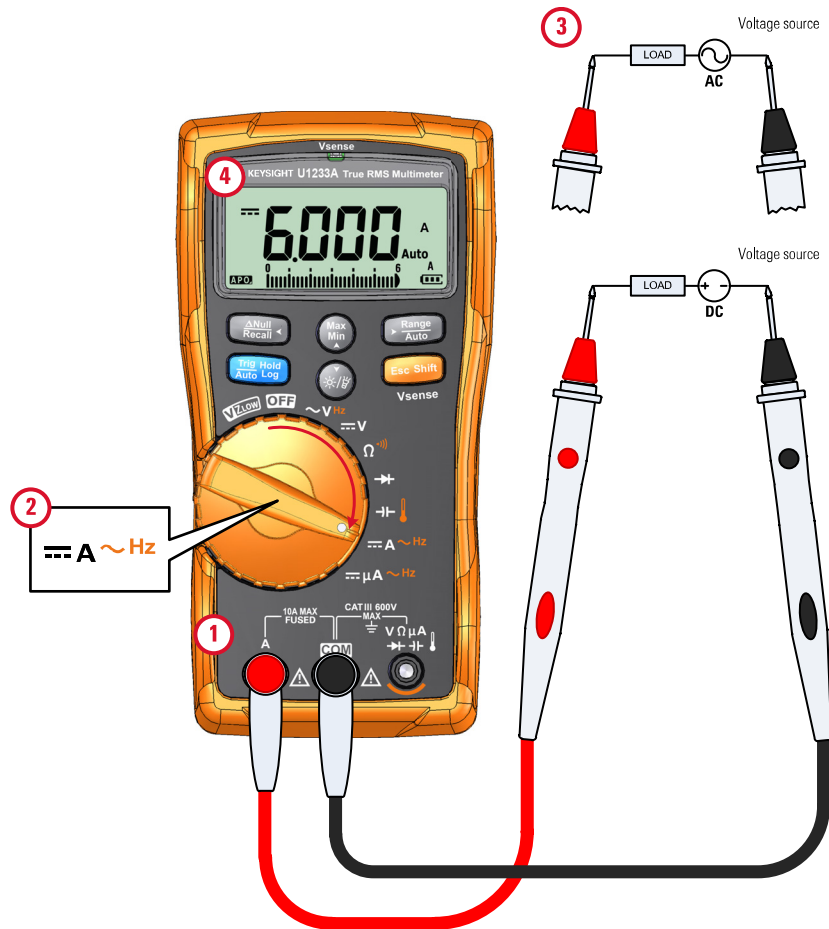
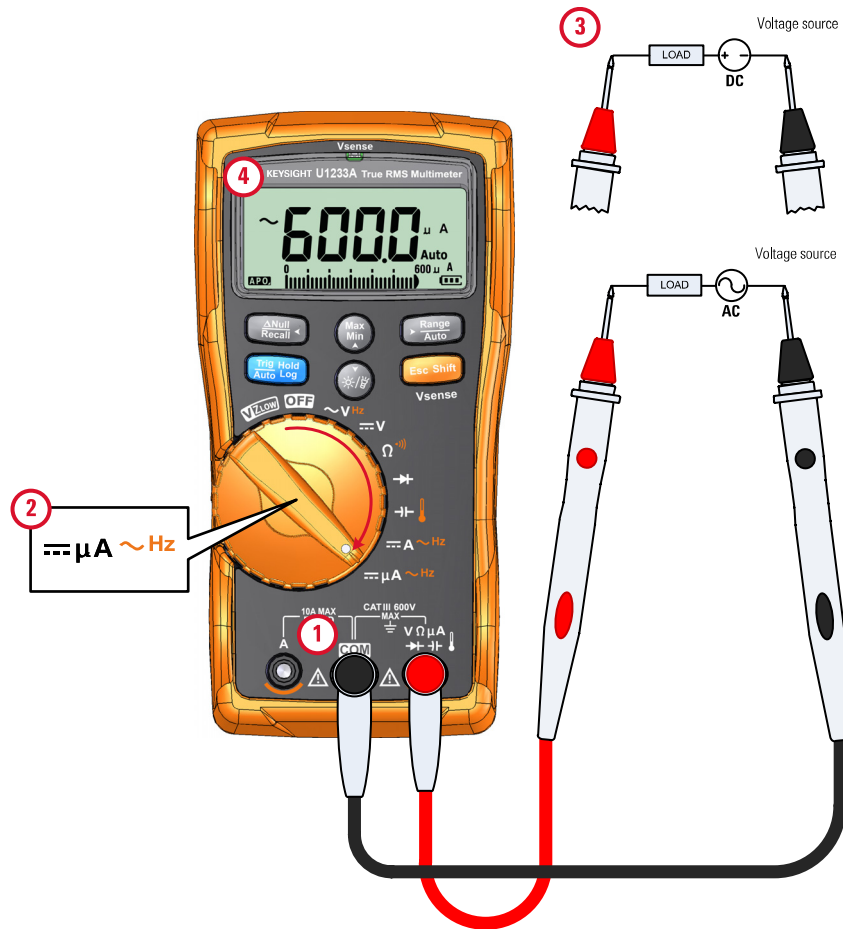

Figura 2-24 Misurazione della corrente CC/CA (fino a A)
Figura 2-25 Misurazione della corrente CA/CC (fino a  $\mu\text{A}$ )
Impostare il multimetro per misurare la corrente CA o CC come nella Figura 2-24 e nella Figura 2-25. Misurare i punti di test e leggere il display.
- 1 Impostare il multimetro per misurare i valori  $\mu\text{A}$  come nella Figura 2-25.